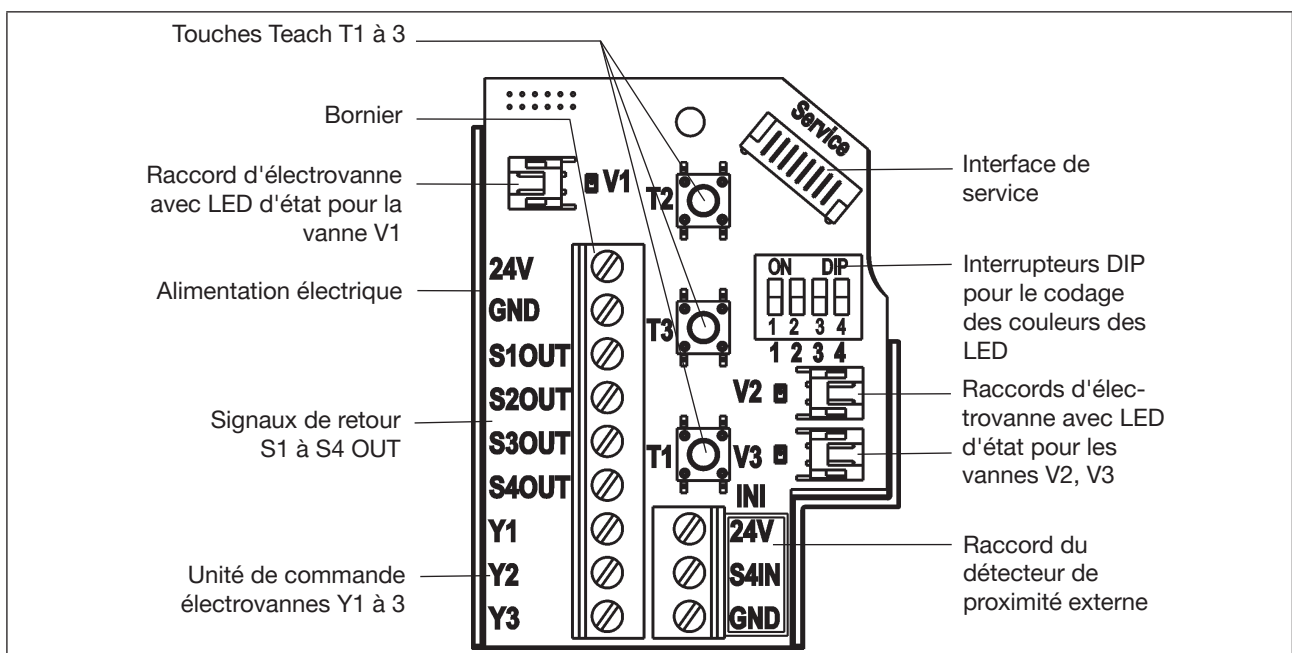

Figure 17 : Module électronique 24 V DC
- Fixer les fils aux bornes de connexion conformément aux affectations des raccords décrites dans la « Figure 17 ».